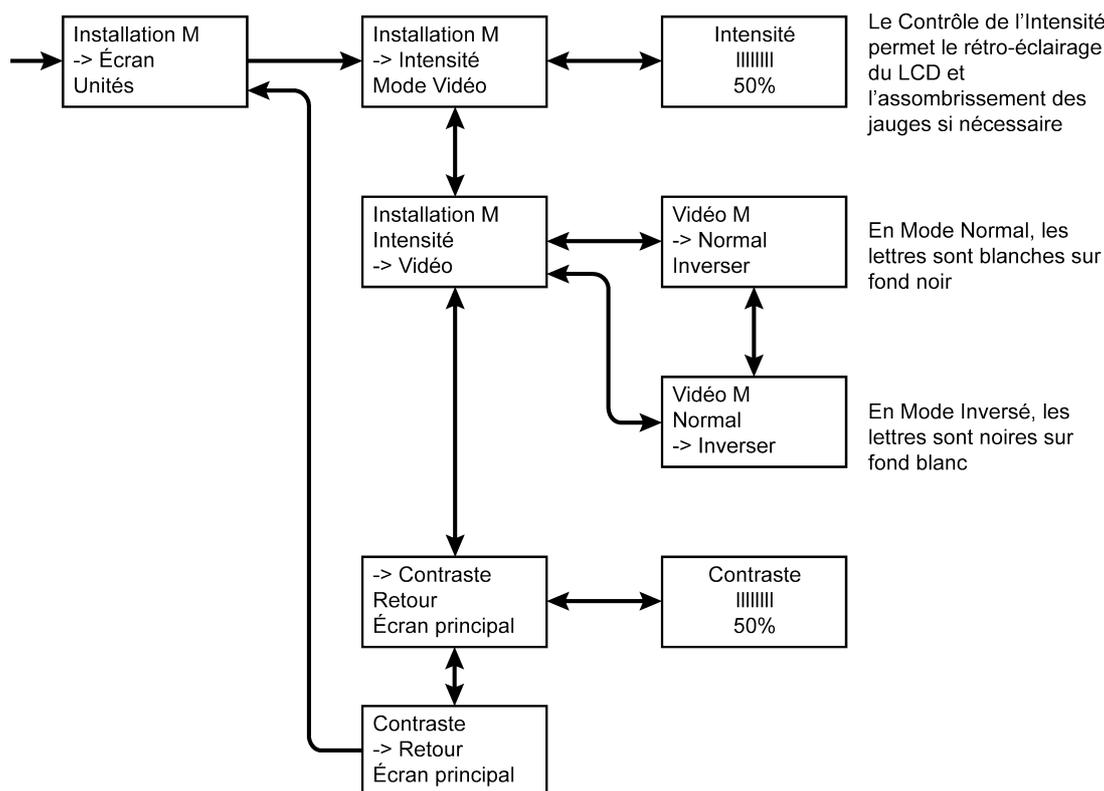

Figure 7
4. Utilisez les boutons DOWN ou UP pour mettre en relief et le bouton ENTER pour sélectionner la configuration d'écran souhaitée. **Voir Figure 7.**